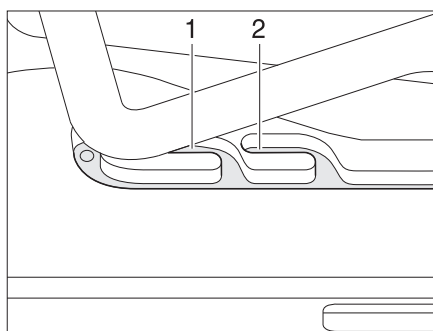
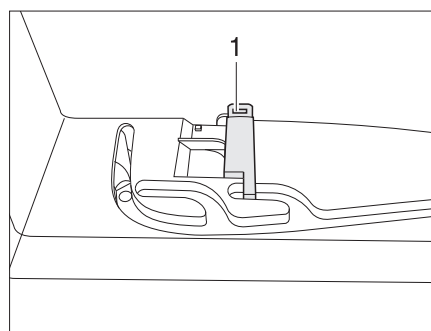

Fig. 45 Oblò Heki in posizione di ricircolo d'aria
Fig. 46 Bloccaggio della posizione di ricircolo d'aria
È possibile portare l'oblò Heki in due posizioni di ricircolo d'aria: Posizione brutto tempo (Fig. 45,1) e posizione centrale (Fig. 45,2). A seconda del modello è possibile bloccare l'oblò nella posizione centrale con il chiavistello (Fig. 46,1).
- Premere la staffa leggermente verso l'alto, spingerla nella guida selezionata (Fig. 45,1 o 2) ed eventualmente bloccarla.